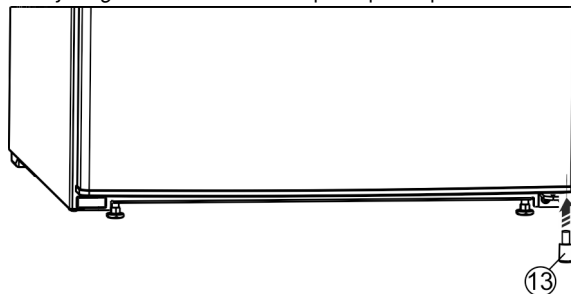

Fig. 11
- ▶ Razmačnik Fig. 11 (13) ponovno umetnite desno dolje u vrata jer je on važan za stabilnost uređaja.